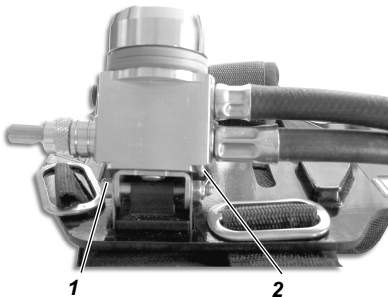

Fig. 8 Retirada del reductor de presión
- (3) Retirar el atalaje para los hombros y el cinturón de las ranuras de la placa dorsal.
- (4) Desatornillar el tornillo hexagonal (1) del soporte del reductor de presión (véase la Fig. 8).
- (5) Retirar el reductor de presión (con los tubos) de la placa dorsal.